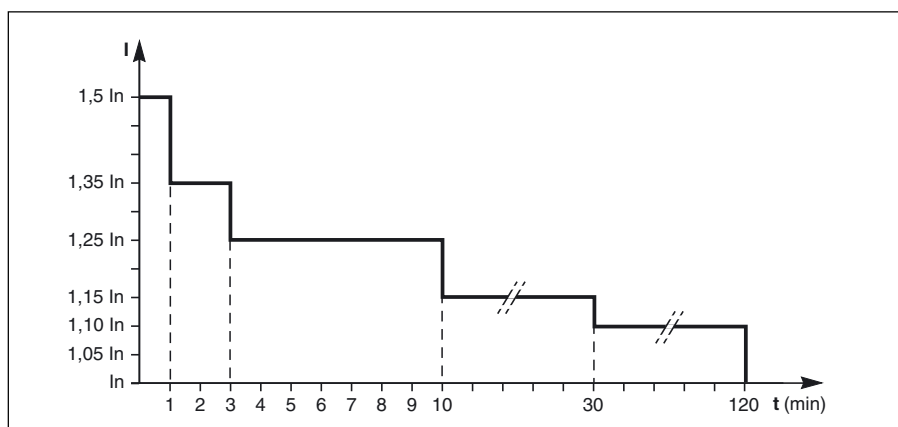

Fig. 14
► lors d'une surcharge plus faible mais prolongée, c'est à dire un dépassement de puissance permanent, l'onduleur supporte cette surcharge pendant une durée variable (10 mn pour une surcharge de 125%, 1 mn pour une surcharge de 150%), voir la courbe de surcharge en figure 14 ;
- ▷ l'extinction du voyant (4) ,
- ▷ l'allumage du voyant (3) en vert,
► si la surcharge est < à 1,65 In, les onduleurs restants supportent la surcharge (voir gabarit de la figure 14) puis l'utilisation est transférée sur la voie réseau 2 secours ;